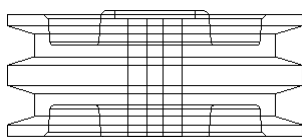

图 4.4.1 线架图
-  **线架图(W)**：视图以线框形式显示，所有边线显示为细实线，如图 4.4.1 所示。